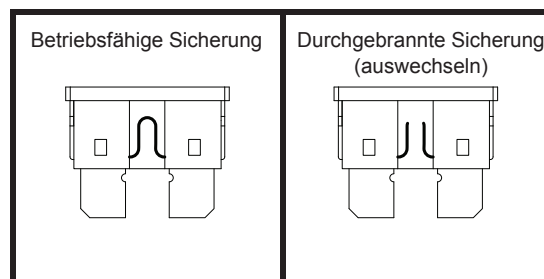

Abb. 23. Wechseln der Sicherung
2. Sicherung auf Durchbrennen überprüfen. **Siehe Abb. 23.**